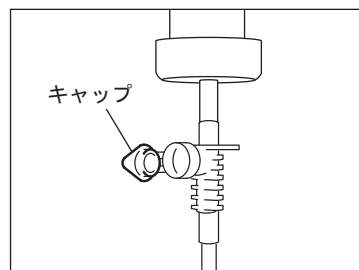

図 11
- 3) エアを生理食塩水パックに入れるため、キャップを開けてください。(図11)